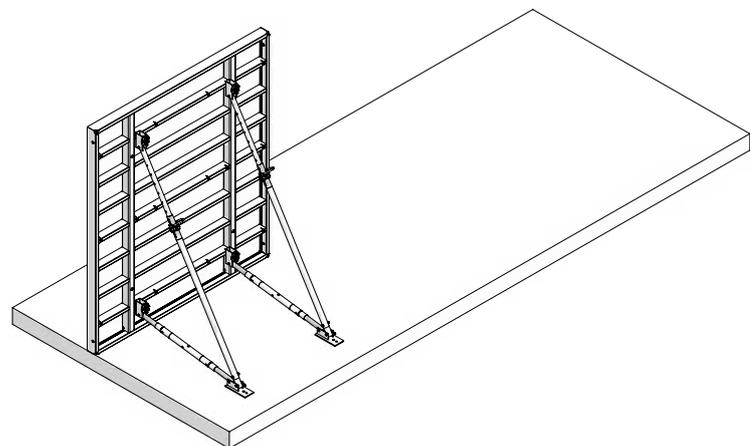

Abb. 70.1
2. Das erste Element stellen und mit 2 Richtkonsolen am Boden/Betonfertigteile fixieren, um es gegen Umfallen zu sichern (Abb. 70.1). Die Fußplatte muss kraftschlüssig am Boden/Betonfertigteile befestigt sein – auf Erdreich mit 2 Erdnägeln, auf Beton mit 2 Schwerlastdübeln.